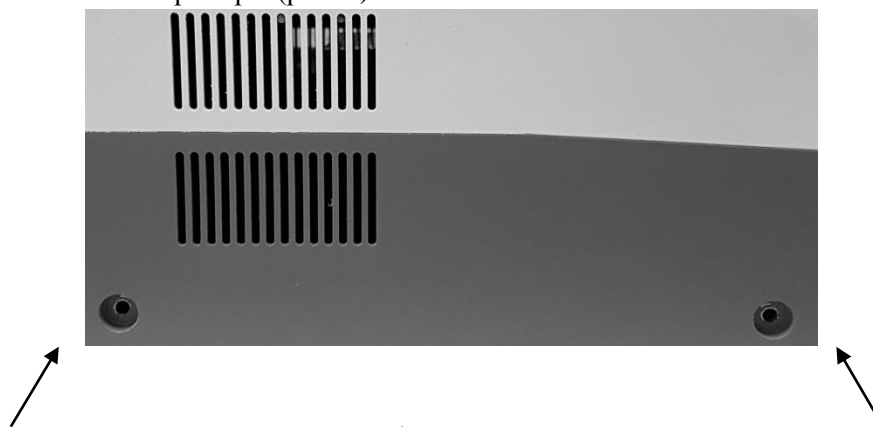

Рисунок 6. Спектрофотометр В-1100 вид с боку.
- Отвинтите 4 винта по бокам прибора. (рис. 6)